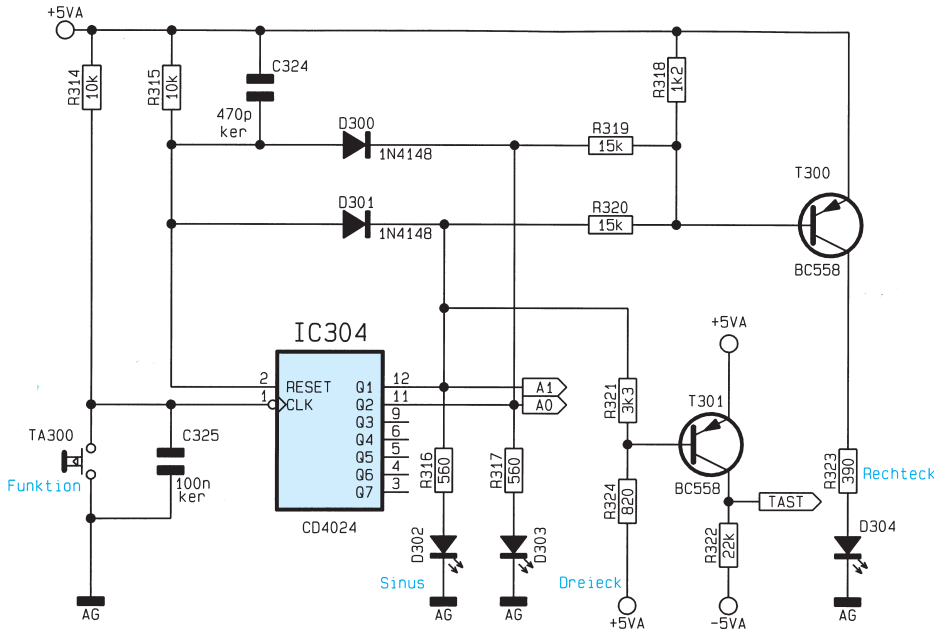

Bild 5: Schaltbild der Funktionsauswahl
- Bild 5: Funktionsauswahl
Abbildung 5 zeigt die Realisierung der Schaltung zur Funktionsauswahl. Die Signale „A 0“ und „A 1“ steuern den Multiplexer im MAX038. Dazu ist mit IC 304 (CD 4024) ein Zähler aufgebaut, der bei jedem Tastendruck des Tasters „Funktion“ um eine Stellung weiterzählt.